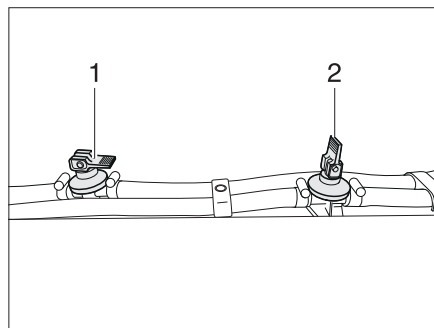

Bild 348 Ablasshahn
- Alle Ablasshähne schließen. Dazu den Kipphebel (im Bild 348,1) waagrecht stellen.